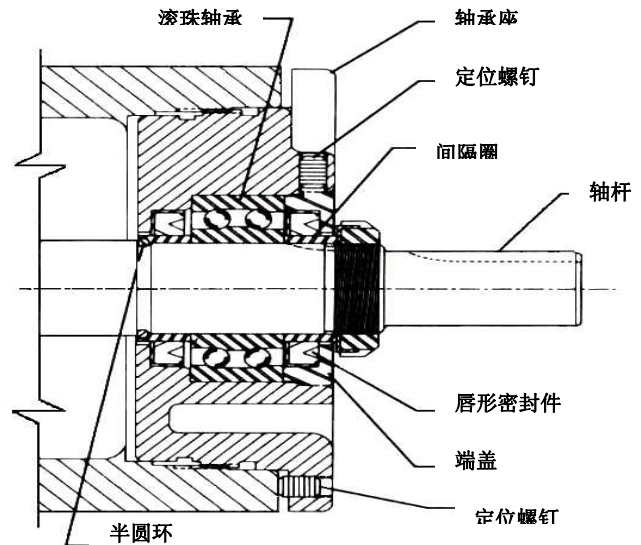

图 10
4. 拧松轴承座表面的定位螺钉，将轴承座部件从支架上拆除。**参见图 10。**